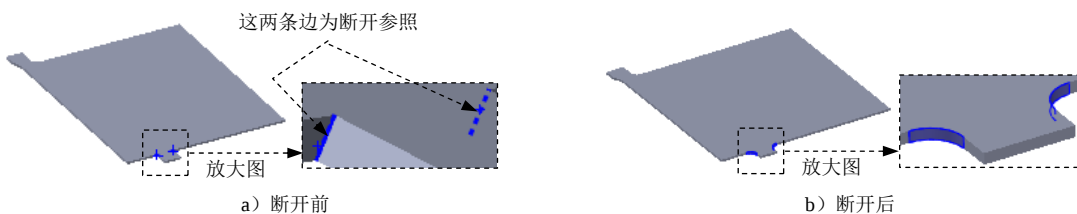

图 7.6.10 断开-边角 3
Step7. 创建图 7.6.10 所示的钣金特征——断开-边角 3。操作步骤参见 Step4，断开边角的边线如图 7.6.10a 所示，圆角半径值为 3.0。